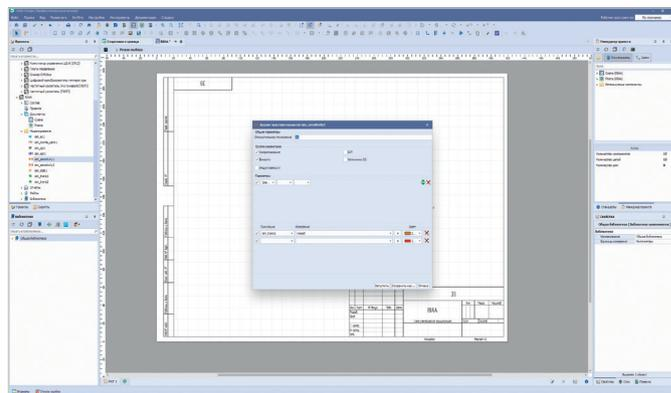

Рис. 8. Настройки расчёта чувствительности схемы
2. Выбрать компоненты и указать их параметры, чувствительность (рис. 8) к изменению которых требуется рассчитать.